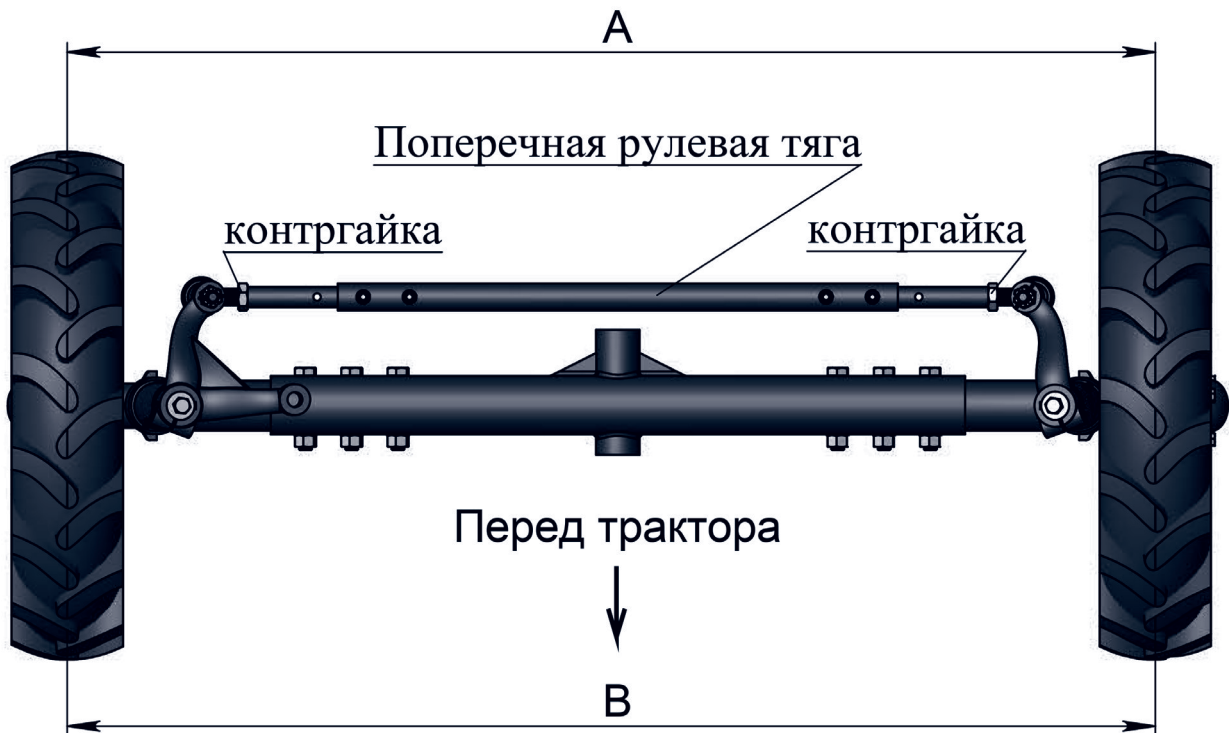

Рис. 15. Регулировка схождения передних колес.
2. Измерьте переднее и заднее расстояния между двумя колесами на высоте их центров (А, В, рис. 15).